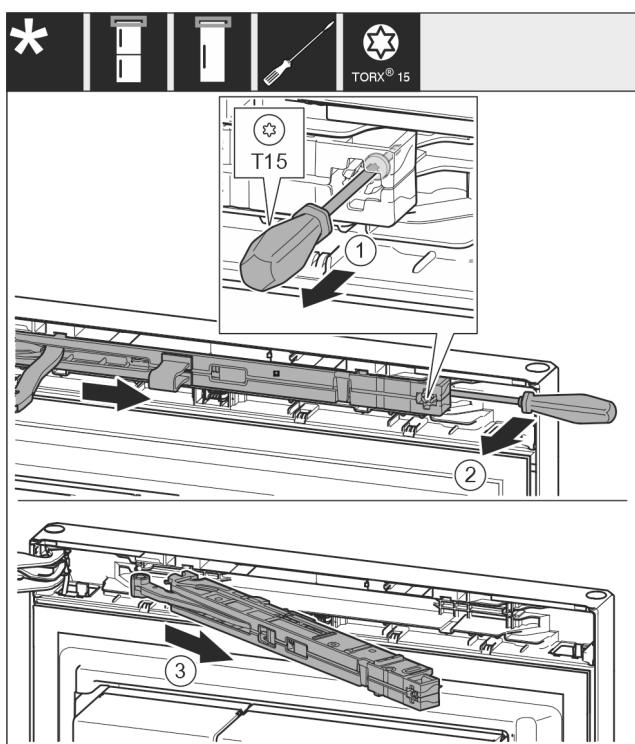

Fig. 11
- Desserrer la vis de l'unité d'amortisseur de fermeture d'env. 14 mm avec un tournevis T15. Fig. 11 (1)
- Avec un tournevis, accéder à la partie postérieure de l'amortisseur de fermeture du côté de la poignée et faire tourner l'amortisseur vers l'avant. Fig. 11 (2)
- Sortir l'amortisseur de fermeture. Fig. 11 (3)